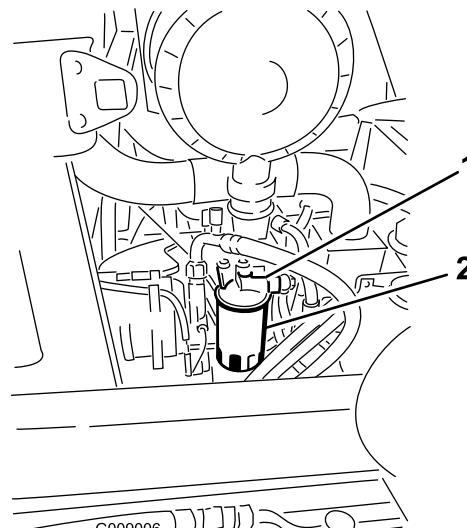

Рисунок 63
- Очистите поверхность вокруг головки топливного фильтра (Рисунок 63).
- Снимите фильтр и очистите монтажную поверхность головки фильтра (Рисунок 63).